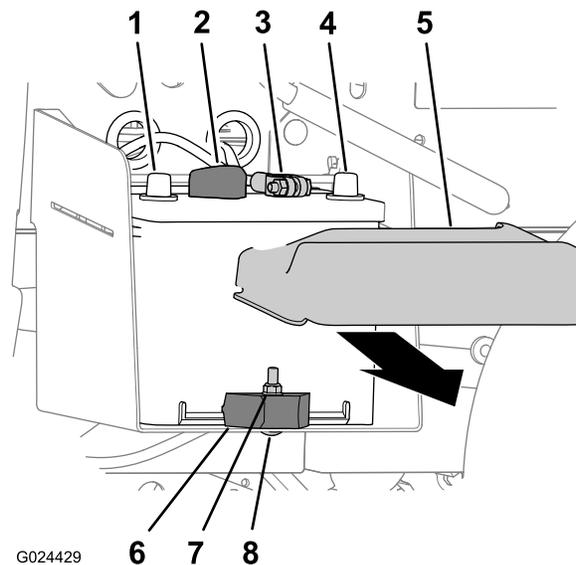

Bild 56
1. Drücken Sie die Seiten der Batterieabdeckung zusammen und nehmen Sie die Abdeckung von der Batterieoberseite ab (Bild 56).
2. Schließen Sie das Minuskabel (schwarz) der Batterie vom Batteriepol ab (Bild 56).
3. Schließen Sie das Pluskabel (rot) der Batterie vom Batteriepol ab (Bild 56).
2. Entfernen Sie die Sicherungsmutter, Schlossschraube und die Batterieklemme, mit denen die Batterie am Batteriefach befestigt ist (Bild 56).
3. Nehmen Sie die Batterie aus dem Batteriefach (Bild 56).
1. Fluchten Sie die Batterie mit dem Batteriefach der Maschine aus (Bild 56).
Hinweis: Stellen Sie sicher, dass die Plus- und Minuspole der Batterie so ausgefluchtet sind, wie in Bild 56 abgebildet.
2. Befestigen Sie die Batterie mit der Batterieklemme, der Schlossschraube und Sicherungsmutter am Batteriefach (Bild 56).
1. Schließen Sie das Pluskabel (rot) am Batteriepol an (Bild 56).
2. Schließen Sie das Minuskabel (schwarz) am Batteriepol an (Bild 56).
3. Setzen Sie die Batterieabdeckung oben an der Batterie auf (Bild 56).